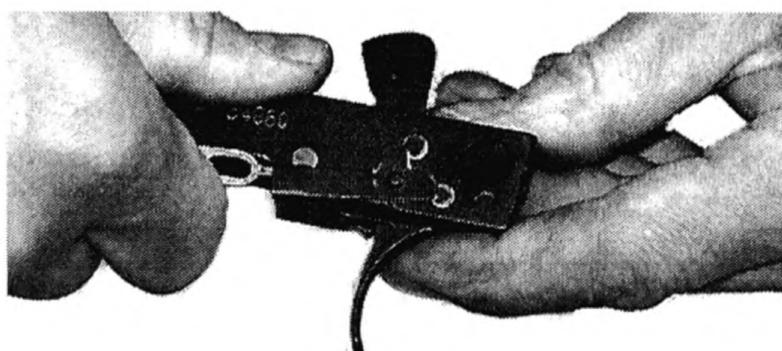

Рис. 11
– отжав с помощью протирки или выколотки длинный конец запорной планки, повернуть ее относительно оси, освободив головки осей ударно-спускового механизма (**рис. 11**) (в связи с модернизацией конструкция фиксации осей может быть другой);